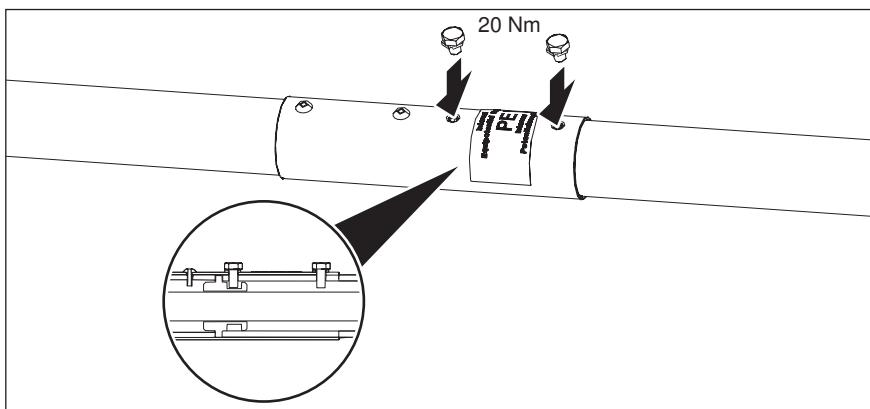

Рис. 38: Соединить изолированную молниеприемную и опорную мачты
Расположенный внутри элемент уравнивания потенциалов состоит из двух частей. Обе части должны с обеих сторон охватывать токо-отвод isCon. При этом одна из частей должна располагаться посередине под болтовыми отверстиями таким образом, чтобы ее можно было прижать боковым болтом (см. Рис. 38).
- До упора вставить опорную мачту в промежуточную. При этом отверстие для левого медного болта (см. Рис. 38) не должно совпадать с отверстием между двумя частями элемента уравнивания потенциалов, а располагаться посередине одной из частей. При необходимости поверните одну из частей элемента в нужную сторону.